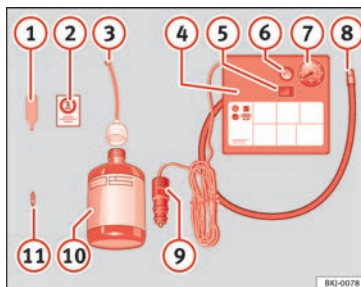

Fig. 90 Représentation standard : contenu du kit antirevaillon.
Le kit antirevaillon se trouve dans le coffre à bagages, sous le revêtement de plancher. Il inclut les composants suivants » fig. 90 :
Revissez le tuyau de gonflage » fig. 90 ⑧ et vérifiez la pression du manomètre ⑦.